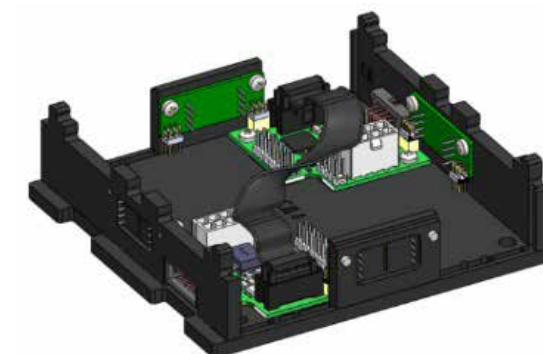

Рисунок 15. Подключение солнечных датчиков
5) Подключить плату солнечного датчика с маской и кронштейном (уже собрано) к универсальной плате. Повторить с противоположной стороны (рисунок 15):